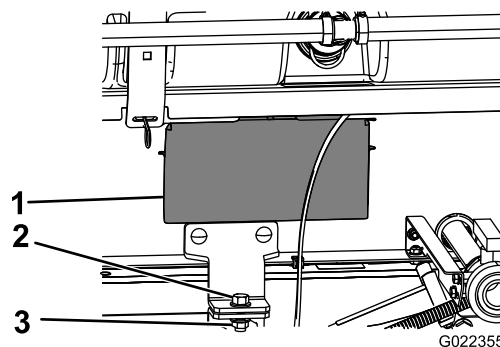

図 34
5. スキッドフレームの両側についているアクセスパネルを外す (図 34)。
8. タンク台アセンブリをフレームの左右にある荷台ブラケットに固定する ボルト $\frac{1}{2}$ x $1\frac{1}{2}$ "1本、ロックナット $\frac{1}{2}$ "1個を使用して図 34のように取り付ける。